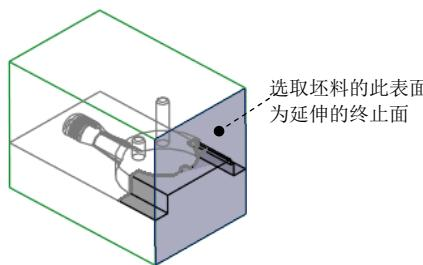

图 10.18 选取延伸的终止面
② 在系统 **选择曲面延伸所至的平面** 的提示下, 选取图 10.18 所示的坯料的表面为延伸的终止面。